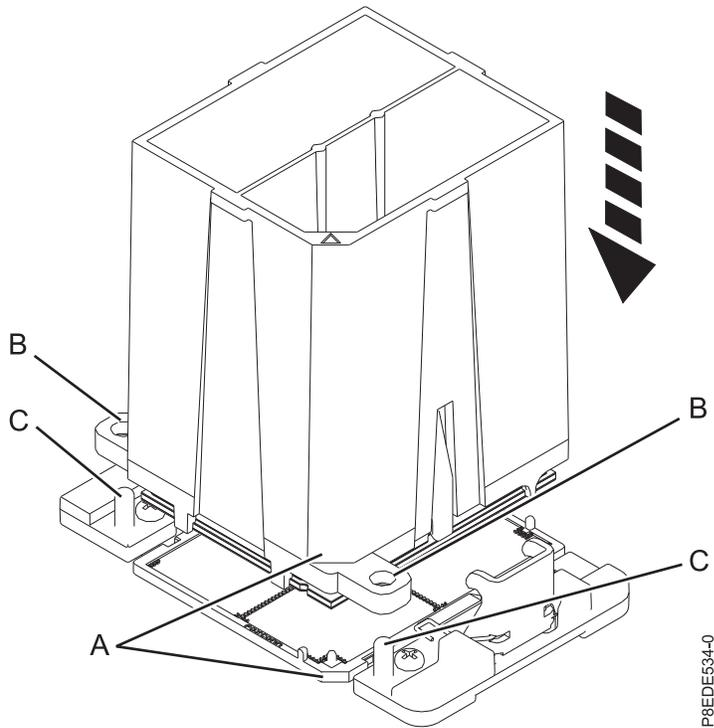

Figura 99. Instalación del módulo del procesador del sistema
- b. Baje la herramienta y el módulo del procesador del sistema en el zócalo. Alinee la esquina biselada (A) de la herramienta con la esquina biselada del zócalo. Asegúrese de que las dos patillas guía (C) se han insertado en los orificios de alineación (B) en cada lado de la herramienta. Tenga cuidado al bajar la herramienta porque debe hacerlo de forma uniforme sin desequilibrar la herramienta. Consulte la Figura 99 en la página 91.